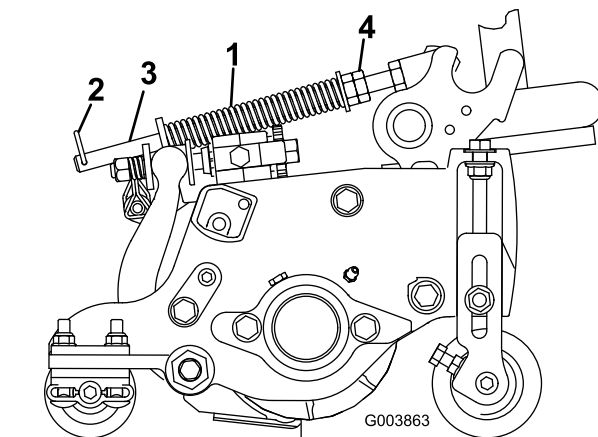

図 22
1. スプリングロッドの後穴にヘアピンコッターを忘れずに取り付けてください図 22。
2. スプリングロッド前部の六角ナットを締めて、スプリング圧縮状態の長さが159mm になるようにする図 22を参照。